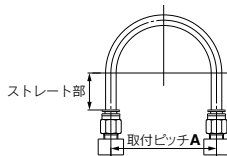
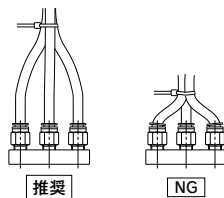

図1 推奨配管図
図2 結束バンドで配管を束ねた場合
- ①ワンタッチ管継手に配管する際は図1の推奨配管条件にて、チューブ長さにも余裕を持った配管をお願い致します。また、結束バンドなどで配管を束ねる場合には継手に外力が加わらないよう配管願います。(図2参照)